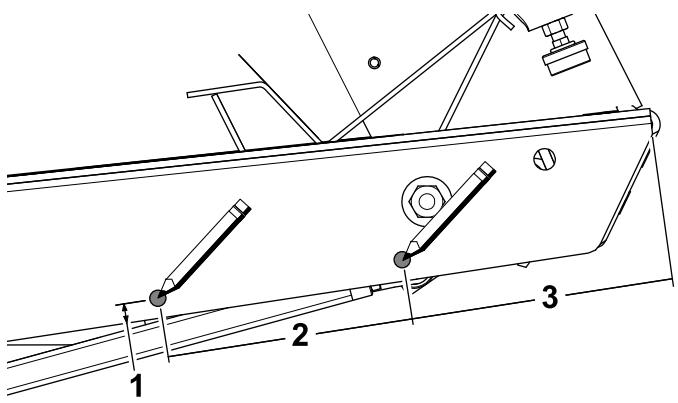

Figura 6
1. Localize e marque os orifícios de montagem direitos para a cobertura do pedal (Figura 6).